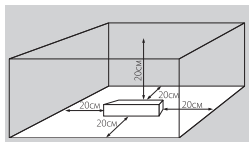

Рис. 4
4.2. Для естественной вентиляции обеспечьте свободное пространство вокруг источника питания не менее 20см, как изображено на Рис.4. При невозможности обеспечить свободное пространство используйте принудительную вентиляцию.